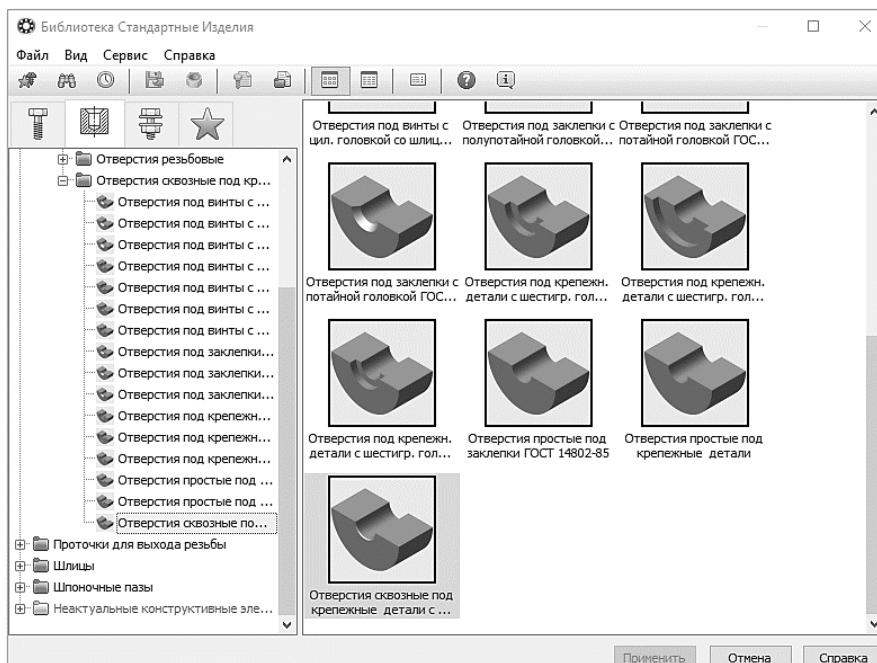

Рис. 63. Окно библиотеки
6.4 Выполните двойное нажатие левой кнопки мыши на элементе Отверстия сквозные под крепежные детали с зенковкой – система перейдет в режим позиционирования отверстия (рис. 63).